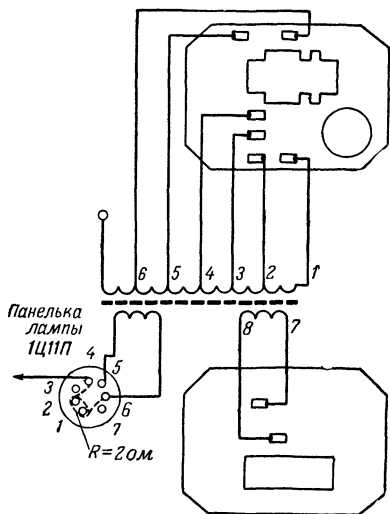

Рис. 23. Расположение выводов выходного трансформатора строчной развертки.
7. Провода от регулятора размера строк припаивают к первому и второму выводам строчного трансформатора (рис. 23).